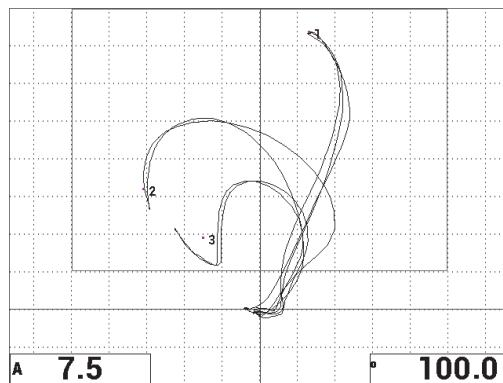

图6-52 在脱粘缺陷上的第二次扫查
14. 按全屏 / 下一组键 (), 显示全屏，然后慢慢地在脱粘缺陷上扫查，并确保点仍然与信号匹配 (参见第148页的图6-52)。